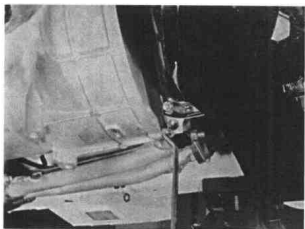

图 10-6
(10) 拆下传动轴并断开暖风管夹子在变速器壳体上的安装。
(11) 从变速器壳体上拆下离合器轴承座下护板 (图 10-6)。